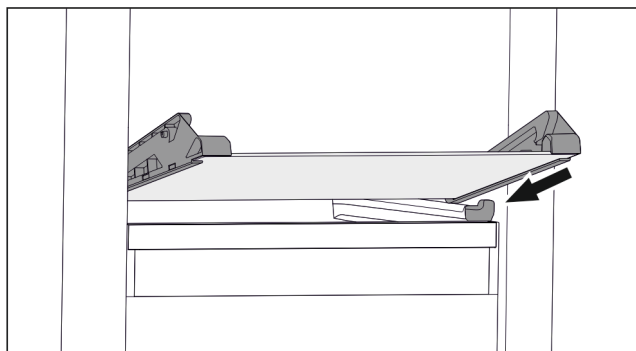

Fig. 71 Tablette en verre du tiroir basculable
- ▶ Placer la tablette en verre, en l'inclinant, derrière les butées. (voir Fig. 71)